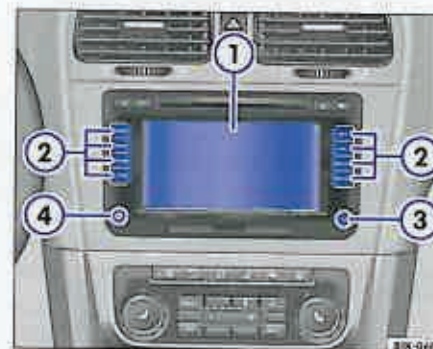
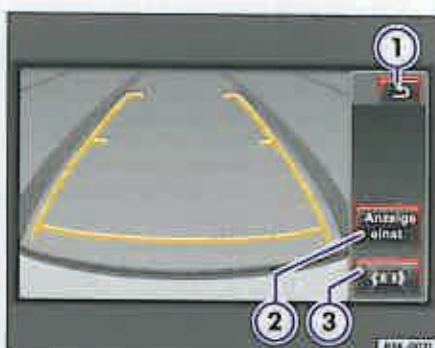

Fig. 14 Elementele de comandă: Ecran (1), taste de selectare (2), buton de reglare (3), buton de pornire/oprire și regulator al volumului sonor (4).
Fig. 17 Asistența pentru marșarier: Tastele funcționale din display.
- Imaginea camerei video poate fi dezactivată manual oricând, apăsând pe una din tastele de selectare ⇒ fig. 14 (2) sau apăsând scurt tasta funcțională (F) ⇒ pagina 24, fig. 17” (1). Pentru a activa din nou imaginea, trebuie să deselectați treapta de marșarier sau poziția R și să o selectați din nou. Când sistemul de asistare a parcurii¹⁴⁾
La autovehiculele cu sistem optic pentru parcare (OPS) ⇒ pagina 34 apăsând pe tasta funcțională ⇒ pagina 24, fig. 17" ① puteți comuta de pe imaginea camerei video pe afișajul sistemului optic pentru parcare.
Imaginea camerei video se poate dezactiva manual apăsând tasta funcțională ⇒ fig. 17 (1).